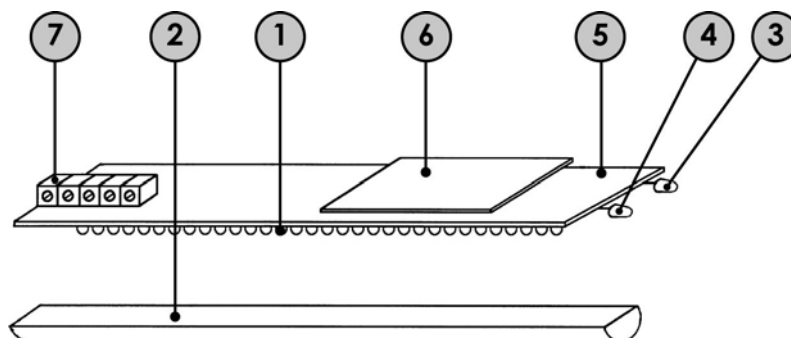

Fig. 3
- Array lineales de fotodiodos con emisión infrarroja en toda la anchura del film que se ha de inspeccionar (Fig. 3 – Ref. 1).
- Lente óptica de focalización (Fig. 3 – Ref. 2).
- 2 LED luminosos [uno VERDE (Fig. 3 – Ref. 3) y otro ROJO (Fig. 3 – Ref. 4)], situados en el flanco lateral del iluminador, que indican el estado del funcionamiento (NORMAL o bien ANÓMALO).
- Circuito PWM para el control de los diodos (Fig. 3 – Ref. 5).
- Circuito de alarma para diodo en cortocircuito o diodo en el array (Fig. 3 – Ref. 6).
- Regleta de bornes de alimentación (Fig. 3 – Ref. 7).